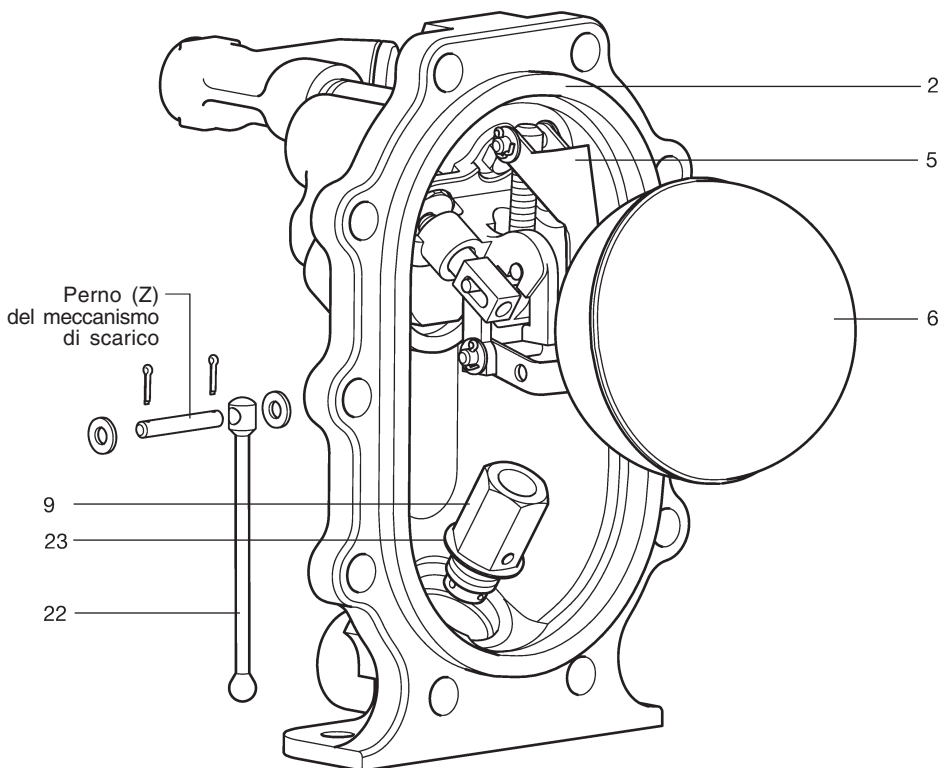

Fig. 21
4. Sfilare copiglia, rondella e perno (Z) del meccanismo di scarico (vedere la fig. 21).
13. Rimontare lo stelo della valvola ed il perno (Z) (lunghezza 40 mm) dello scaricatore utilizzando copiglie e rondelle nuove, sul braccio dello scaricatore (particolare 5).